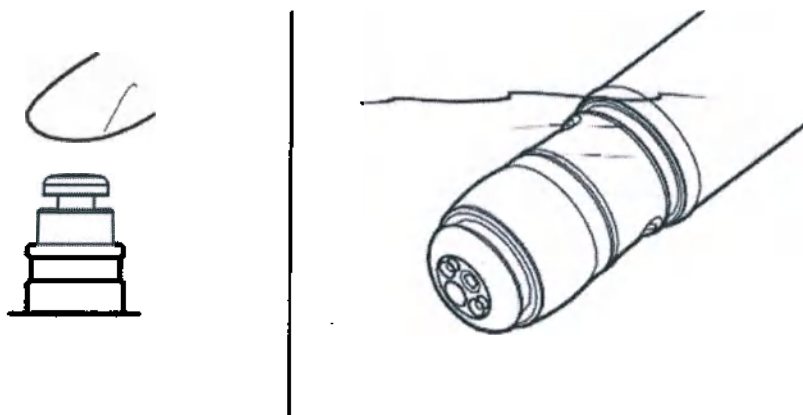

Рис. 7.61
- 4) Как показано на Рис. 7.61, убедитесь, что после отпускания клапана управления аспирацией/ аспирацией из баллона он плавно возвращается в исходное положение и аспирация прекращается.